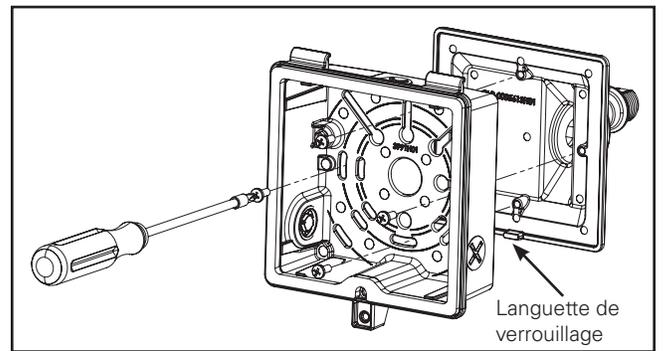

Figure 3.
4. Utilisez les vis cruciformes 8-32 de 1,3 cm (0,5 po) fournies afin de fixer le boîtier arrière au support coudé de la charnière. Les fils de sortie doivent être tirés par le trou central pour passer les fils. Utilisez la languette de verrouillage de la plaque du support coudé de la charnière afin de l'aligner au boîtier arrière. Vissez et serrez les 4 vis à 3,4 à 4,5 Nm (30 à 40 po-lb). Assurez-vous que les vis sont toutes aussi serrées. Assurez-vous que la plaque de la charnière est **ENTIÈREMENT** compressée contre le boîtier arrière. Ainsi, il n'y aura aucun espace entre le boîtier arrière et le support. (Figure 3.)